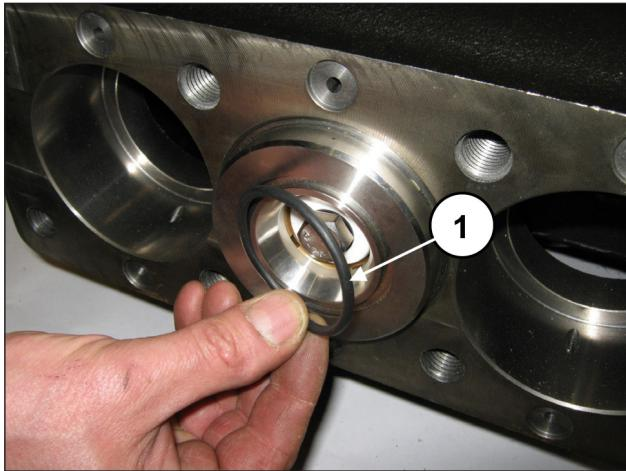
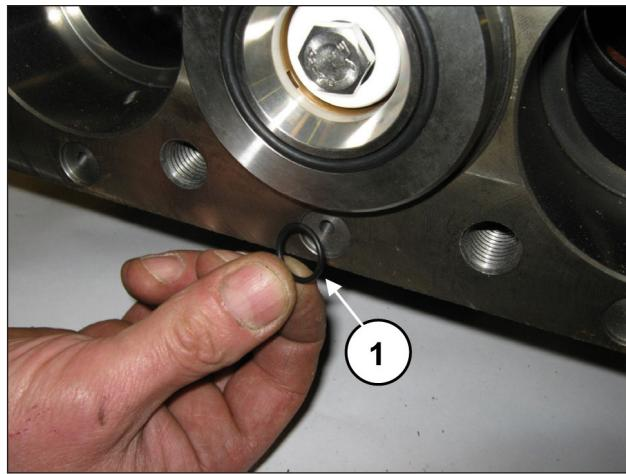

图 189
图 190
安装缸套的前O形圈（位置①，图 189）和再循环孔的O形圈（位置①，图 190）。